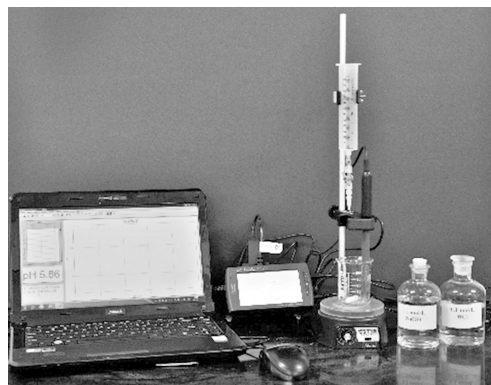

图 3.3 中和滴定数字化实验装置
滴定终点通常是通过指示剂的颜色变化来判断。常用的酸碱指示剂有: 酚酞、甲基红、甲基橙。不同指示剂有不同的变色范围和颜色(选择性必修 1 教材第 61 页图 3.3)。溶液的 pH 还可以用 pH 计来测量。
1. 按图 3.3 连接装置,打开应用程序。连接装置时,要确保滴液管滴下的液体能顺利通过滴数传感器的光电门,液体能滴入下端烧杯中。另外,磁力搅拌子不能触碰 pH 传感器,pH 传感器要按要求预先处理。